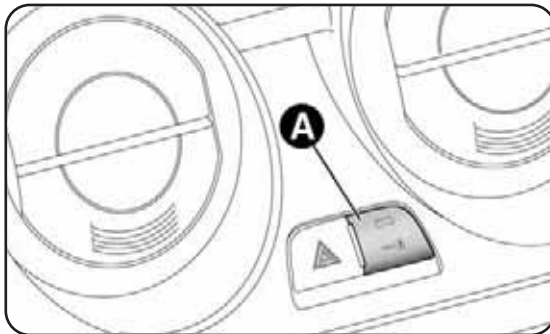

fig. 56
Portes fermées, appuyer sur le bouton  de la télécommande ou introduire et tourner la pièce métallique (à l'intérieur de la clé) dans la serrure de la porte conducteur. Le verrouillage des portes est signalé par l'allumage de la DEL sur le bouton A-fig. 56.
**ATTENTION** Quand la fermeture centralisée est activée, si vous tirez le levier interne d'ouverture d'une des portes, vous débloquent la porte concernée (en cas de porte passager, la LED du bouton A-fig. 56 reste allumée).